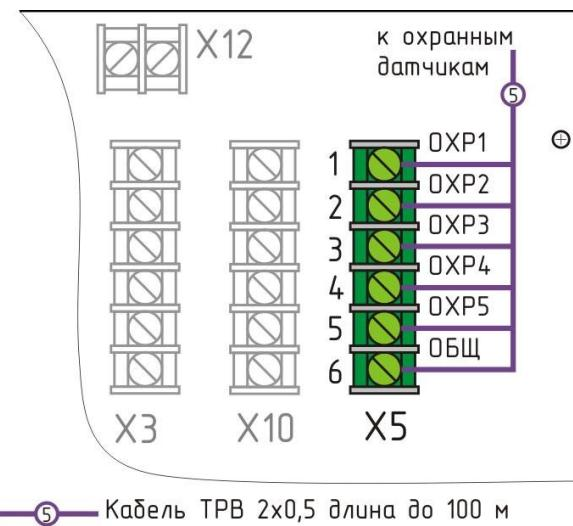

Рисунок 3 - Подключение кабеля охранных датчиков
1) Установить охранные датчики - магнитоуправляемые контактные извещатели ИО 102-20, состоящие из магнито-управляемого контакта и узла постоянного магнита, по одному на каждый блокируемый элемент (дверь, окно, люк) с внутренней стороны охраняемого помещения открытным способом (рисунок 3). Крепление извещателя должно производиться в верхней части блокируемого элемента на расстоянии 200 мм от вертикальной линии растворов.